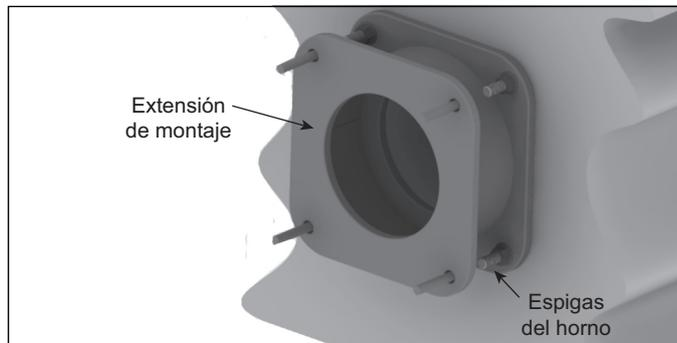

Figura 3.5
4. Atornille la extensión de montaje a la carcasa del horno. Véase la Figura 3.5.